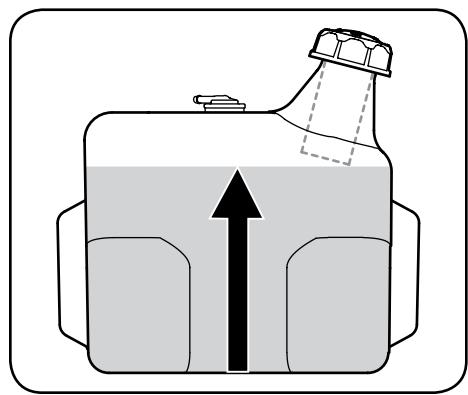

Figura 2-10
- Cargue el depósito de combustible con gasolina. Sólo se debe utilizar gasolina limpia, nueva (con menos de 30 días de antigüedad) y sin plomo. Llene el depósito no más de $\frac{1}{2}$ por debajo de la base del cuello de llenado dejando espacio para la expansión del combustible. Consulte la Figura 2-10.
IMPORTANTE: No llene en exceso el depósito de combustible. Llene el depósito no más de $\frac{1}{2}$ " por debajo de la base del cuello de llenado dejando espacio para la expansión del combustible. Consulte la Figura 2-10.